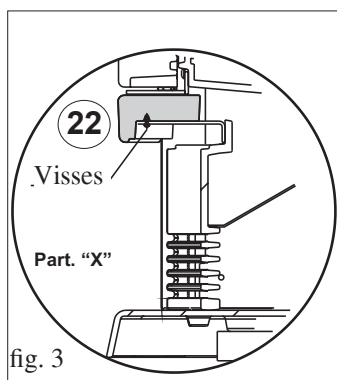

fig. 3
- Dévisser, avec la clé à six pans fournie, les vis de blocage de la grille inférieure en fonte (43) et l'enlever.
- Positionner la façade (22) et la fixer avec les 2 vis M6x12 (en utilisant la clé à six pans) comme indiqué dans le détail "X" (fig. 3).